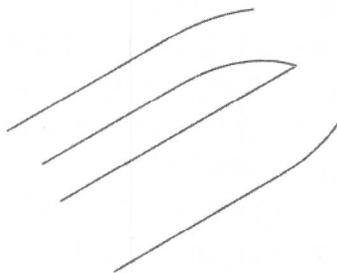

图 1-9
① 选中新建的曲线，单击菜单【编辑】→【镜像】命令。
② 选择 FRONT 基准面为镜像平面，单击  按钮完成第三条轮廓线的建立，如图 1-9 所示。